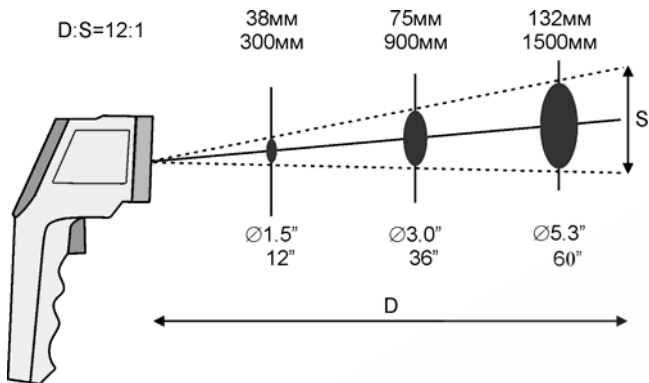

Рис. 4
2. Расстояние и размер пятна: с увеличением расстояния до объекта увеличивается и размер пятна измеряемой области (см. рис.4).